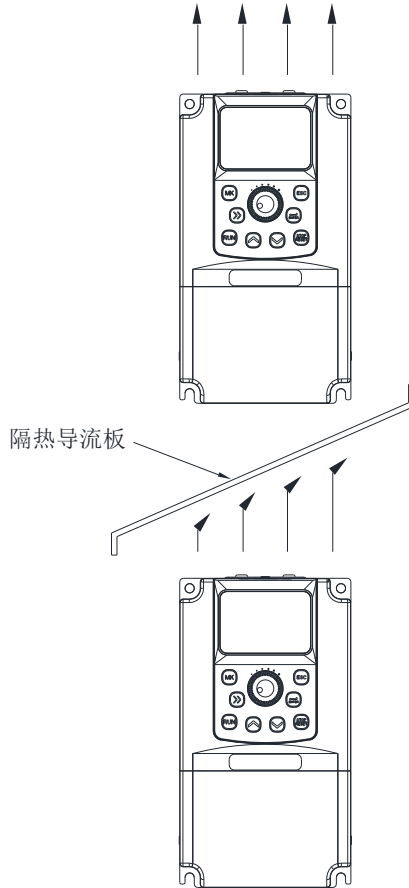

图 2-1 JT580 变频器安装示意图
- 1) 请垂直安装变频器，便于热量向上散发，但不能倒置。若柜内有较多变频器时，最好是并排安装。在需要上下安装场合，请参考图 2-1 安装隔热导流板。
- 2) 安装空间遵照图 2-1 所示，保证变频器的散热空间。但布置时请考虑柜内其它器件的散热情况。